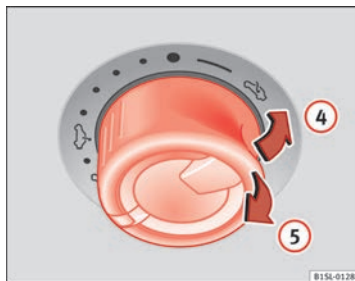

Fig. 27 Sur le toit intérieur : relever le bouton pour relever le toit et le fermer.
- Avant que ne s'écoulent environ 5 secondes à partir de l'activation du dispositif anti-pincement, tirez sur le bouton ⇒ fig. 27 ⑤ jusqu'à ce que le toit ouvrant coulissant et relevable soit complètement fermé.